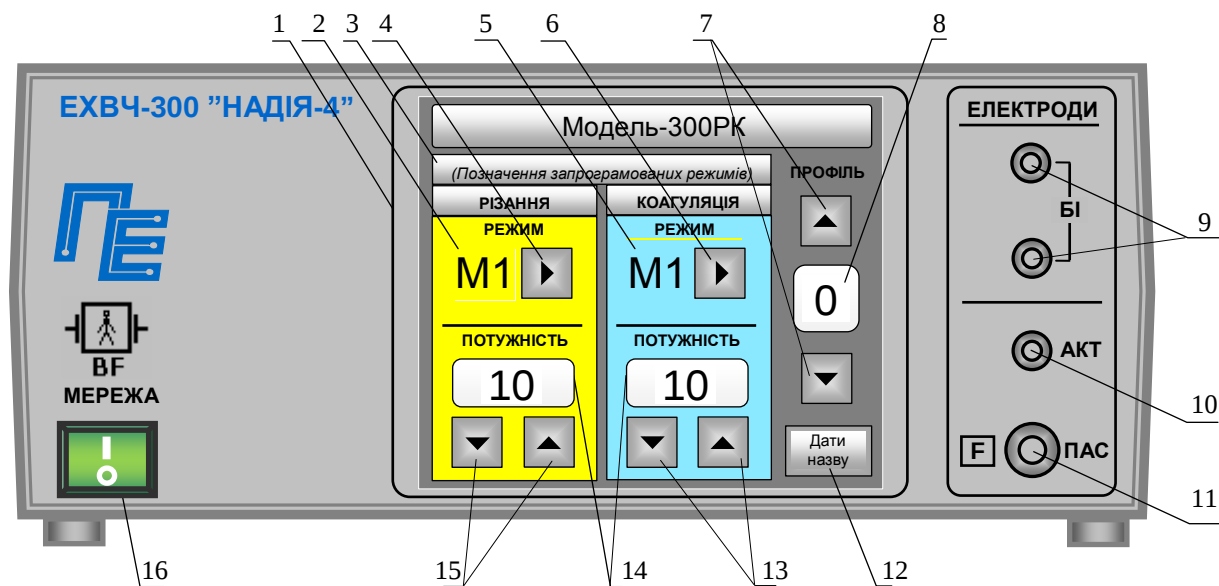
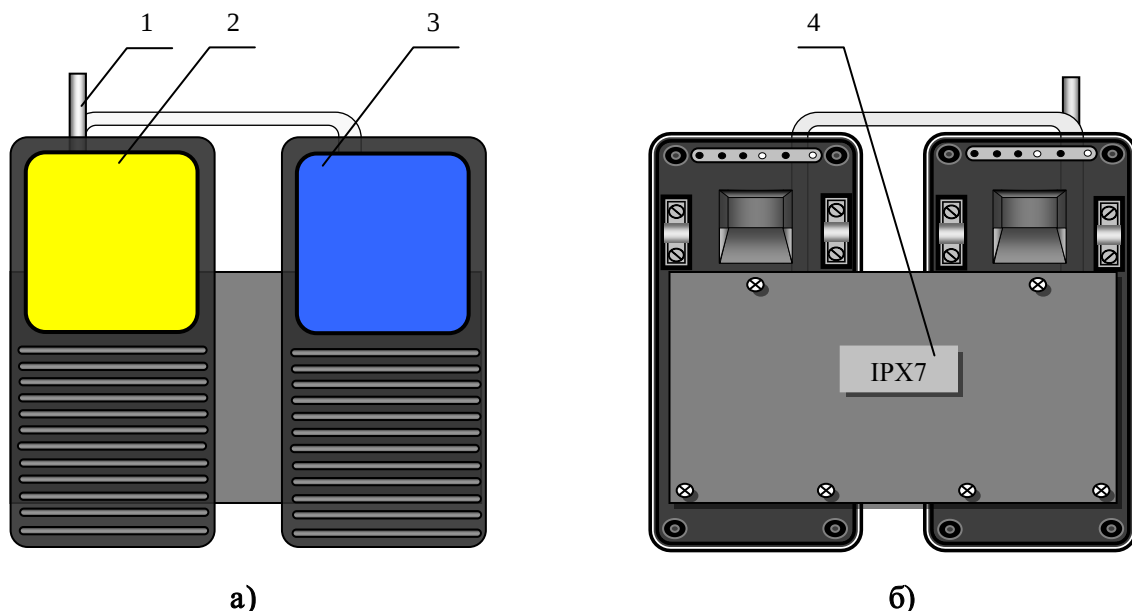

Рис.1. Передня панель електронного блоку
Рис. 3. Ножна педаль
- світлову індикацію автоматичного тестування аварійного стану апарата. При цьому на індикаторах 14 (рис. 1) висвітлюється **«УВАГА! Виникла критична помилка. Будь ласка, перезавантажте систему!»**;
Конструктивно апарат виконаний у вигляді двох окремих блоків - електронного блоку (рис. 1,2) і ножної педалі (рис. 3).
Позначення на рис. 1.
Позначення на рис.3.
Конструкція ножної педалі (рис.3) є підлоговою конструкцією, на якій розташовано дві рухомі платформи: ліва (1) - для включення виду роботи РІЗАННЯ, права (2) - КОАГУЛЯЦІЯ.
- включити апарат, для чого встановити вимикач “МЕРЕЖА” в положення “І”. При цьому вмикається світлова індикація індикатора “МЕРЕЖА” (16, рис.1), На протязі 2-5 сек. на моніторі відображається завантаження даних.
- перевірити переключення режимів роботи, для чого послідовно натискаючи кнопку (4, 6 рис.1), переконатися, що апарат перемикає відповідні режими М1, М2, БІ1, БІ2;
- перевірити регулювання рівня вихідної потужності, для чого, натиснувши кнопки управління (13, 15 рис. 1), переконатися, що відбувається збільшення (зменшення) показань індикаторів (14, рис.1) рівня вихідної потужності.
- перевірити систему контролю ланцюга пасивного (нейтрального) електроду. Для цього необхідно встановити режим М1 (або М2) на індикаторі РІЗАННЯ (або КОАГУЛЯЦІЯ) та від'єднати пасивний електрод від роз'єму 11 (рис.1). На моніторі висвітлиться транспарант з надписом **«Увага! Обрив пасивного електрода. Будь ласка, перевірте з'єднання!»**
Для встановлення профілю необхідно включити апарат, за допомогою кнопок вибору профілю (7, рис.1) встановити номер профілю **0** (8, рис.1), встановити необхідний режим роботи та вихідну потужність, натиснути ліву платформу педалі при виборі режиму РІЗАННЯ або праву, при виборі режиму КОАГУЛЯЦІЯ. Апарат автоматично запам'ятовує вибрані режим роботи та рівень вихідної потужності.
- 1- натиснути кнопку 12 (рис.1). Монітор переключиться в режим клавіатури;